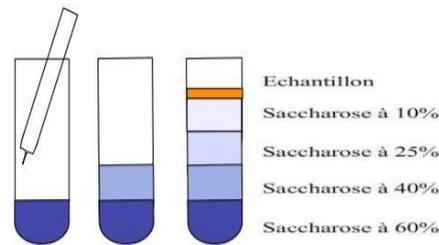

Figure 8. Exemple de gradient discontinu de Saccharose.
- **les gradients discontinus**, sont préparés avant l'opération par des dépôts successifs de solution de chlorure de césium (CsCl) ou du saccharose de densité croissante (on prépare 4 solutions de concentration différentes) (Fig.8).